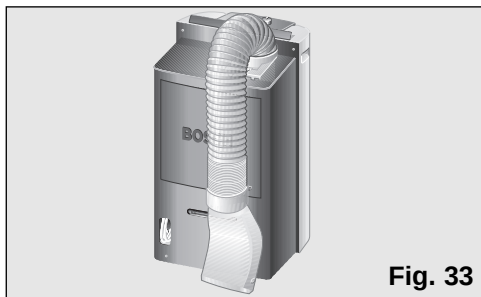

Fig. 33
- ☐ Pour cela, pliez le tube vers l'arrière de l'appareil et attachez-le grâce au crochet diffuseur, **Fig. 33 et 34**.